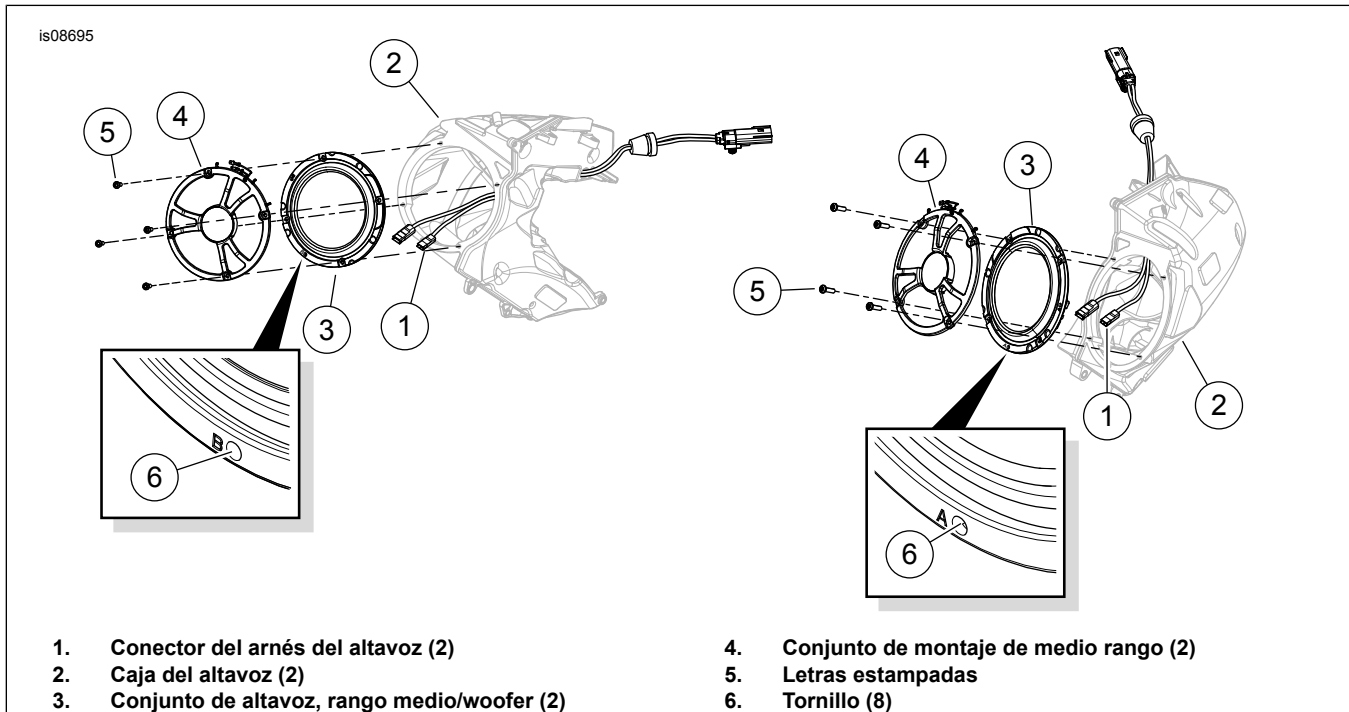

Figura 1. Instalación del altavoz woofer
1. Vea Figura 1. Sujete los conectores del arnés del altavoz (1) dentro de la caja del altavoz (2), a los terminales de paleta en la parte trasera del woofer (3). Los contactos de paleta de tamaño diferente impiden un armado incorrecto.